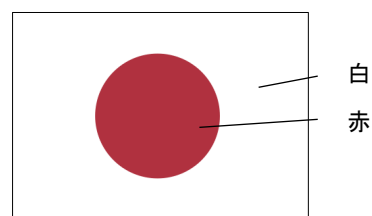

図 4-3
- (6) 白色のセメント A または 赤色のセメント B のいずれかを用いて、図 4-3 に示す日本の国旗を表現した打放しコンクリート壁面を造る場合、どのような方法・手順で施工すれば最も効率的か、図も用いて説明せよ。なお、セメント以外に使用できる材料は、水、白色の細骨材、赤色の細骨材、白色の粗骨材、赤色の粗骨材、吸水性シート、凝結遅延剤、および合板型枠とするが、設備機器はどのようなものを用いてもよい。